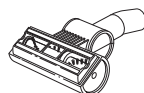

Fig. 26
- 3 Retournez la brosse rotative pour inspecter la pièce rotative; à l'aide de ciseaux, coupez les accumulations de cheveux et de fils entourant la brosse rotative. (Fig. 26)